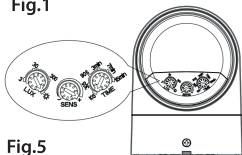

Fig.5
6. Regolare il sensore tramite i tre cursori (Fig.5):
6. Adjust the sensor using the three sliders (Fig. 5):